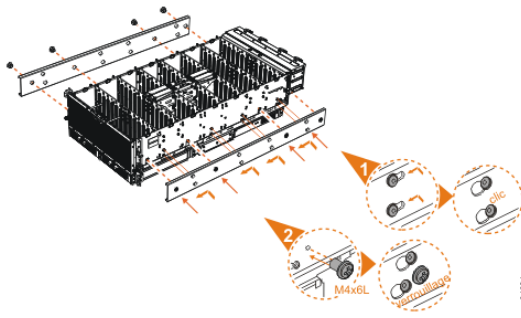

Figure 57. Fixation de la section interne de la glissière au boîtier
5. Installez la section interne de la glissière de chaque côté du boîtier d'extension, comme indiqué dans la Figure 57, à la page 58.